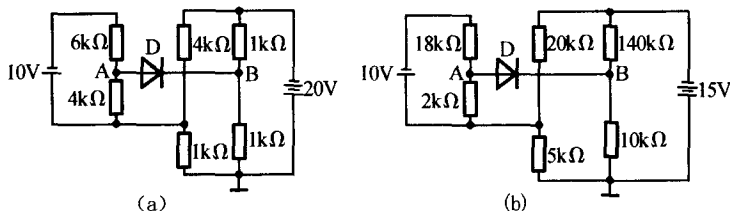

图 14.8
14.2.2 设图 14.8 中 D 为理想二极管,试通过计算判断它们是否导通?